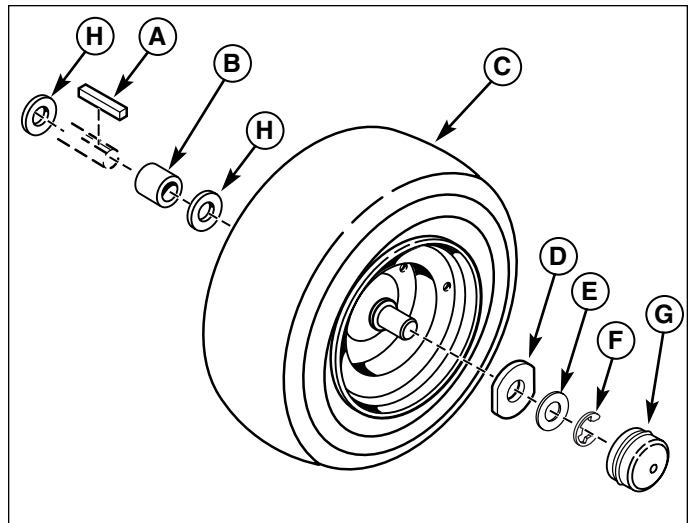

Figure 17. Boulonnerie de l'essieu arrière
5. Remonter les composants dans l'ordre inverse de leur dépose et reposer la machine au sol. Veiller à bien mettre la clavette (A, Figure 17) en place dans la rainure de l'essieu.